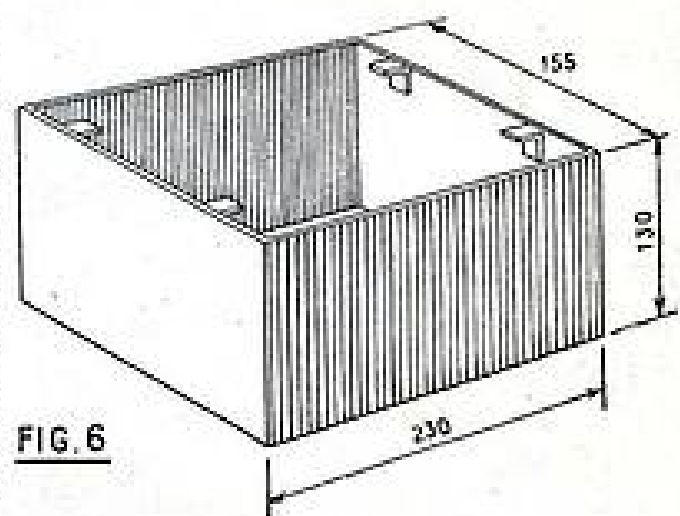

FIG. 6
- 1 coffret métallique selon figure 6.
Nous avons dit que pour assurer un pouvoir éliminateur maximum à cet appareil, il était indispensable de blinder le montage. Nous devons donc exécuter un coffret métallique en cuivre, en aluminium ou en tôle d'acier, sur lequel nous fixerons la platine et qui de ce fait englobera tout le montage. La figure 6 montre la forme et les cotes d'encombrement de ce coffret. Il s'agit là d'un travail purement mécanique qui, à notre avis, ne nécessite aucun commentaire. Aussi n'avons-nous pas l'intention de nous étendre plus avant à son sujet. Disons toutefois qu'il sera muni de quatre équerres possédant chacune un trou taraudé que l'on voit nettement sur notre figure. Ces équerres serviront à la fixation de la platine, fixation qui se fera par quatre boulons.